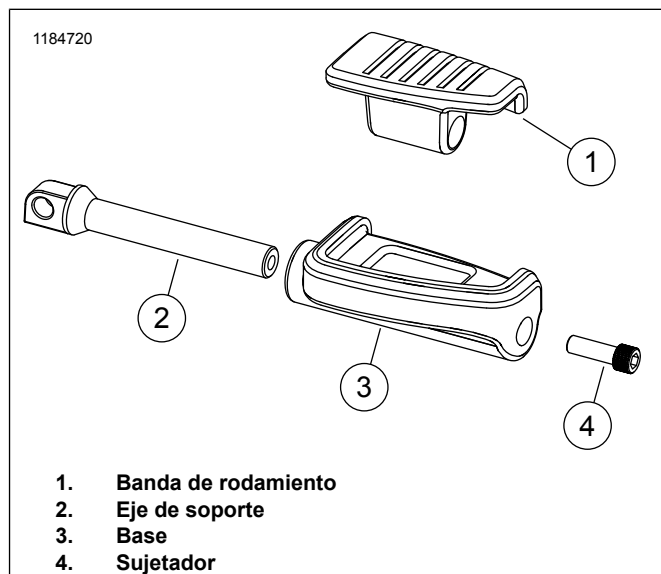

Figura 4. Kits de placa apoyapiés mini: 50501148, 50501225
- Para el kit 50501148, vea Figura 4 y Tabla 1. El sujetador (2) 10500147 (cromado) es una pieza de servicio disponible.
- Para el kit 50501225, vea Figura 4 y Tabla 1. El sujetador (2) 10500125 (negro) es una pieza de servicio disponible.